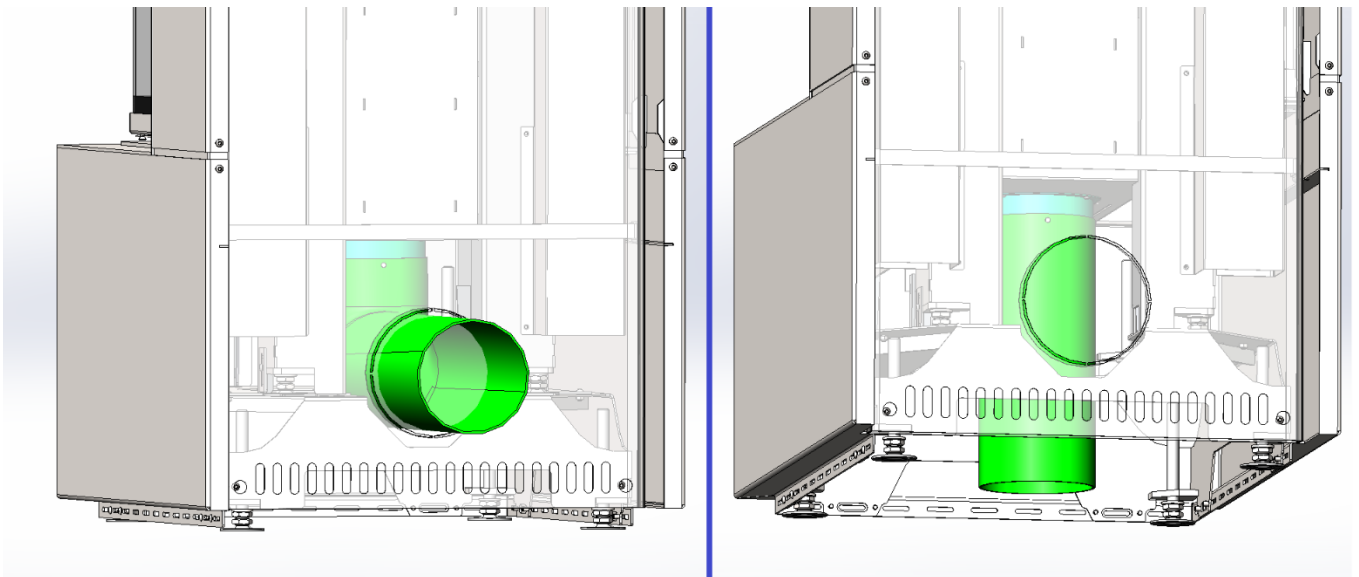

Abbildung 6 Anschluss des Kamins an die externe Luftzufuhr
7. Abbildung 6 Anschluss des Kamins an die externe Luftzufuhr	Seite 8
Der Kamin bietet die Möglichkeit, eine externe Luftzufuhr anzuschließen. Dafür wird ein flexibles Aluminiumrohr mit einem inneren Durchmesser von Ø150 und eine entsprechende Schelle benötigt. Die externe Luftzufuhr wird empfohlen, wenn sich der Kamin unter ungünstigen Betriebsbedingungen befindet (Tabelle 3), sowie zur Steigerung der Effizienz (Für einen ordnungsgemäßen Betrieb des Kamins ist eine Luftzufuhr erforderlich. Wenn Raumluft verwendet wird, muss das Fenster häufiger geöffnet werden). Die Anschlussdarstellung an die externe Luftzufuhr ist in Abbildung 6 zu sehen. Der Anschluss kann durch den Boden des Raumes oder durch die Wand erfolgen.